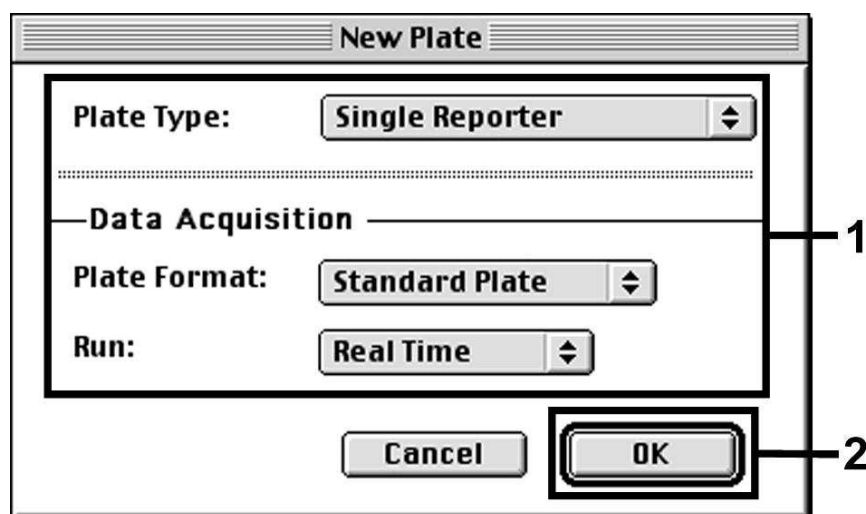

Abb. 9: Voreinstellungen bei der Erstellung eines neuen PCR-Laufs (*New Plate*).
Wählen Sie auf dem *ABI PRISM® 7700 SDS* den unter *File* befindlichen Menüpunkt *New Plate* an und stellen Sie für das neue Dokument die folgenden Grundeinstellungen ein (siehe Abb. 9). Bestätigen Sie Ihre Eingaben (OK).